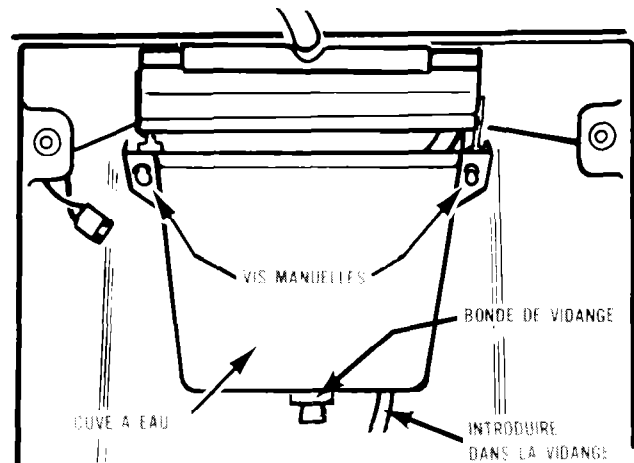

FIGURE 5
4. Vider la cuve à eau (fig. 5) en retirant la bonde en caoutchouc. Remettre la bonde.
12. Enlever la cuve à eau (2 vis manuelles) (fig. 5).